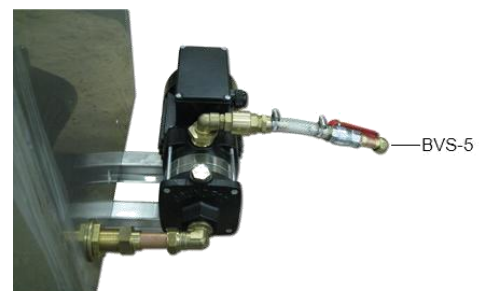

Abbildung 4.12
2. Stellen Sie den Kugelhahn (BVS-5) auf „open“, (Siehe Abbildung 4.12).